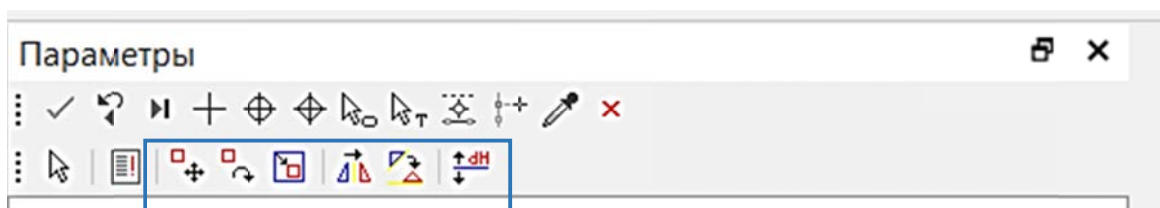

Рис. 8.5. Инструменты преобразования
– Выполните преобразование координат проекта с помощью команды ГЛАВНАЯ – РЕДАКТИРОВАНИЕ – ПРЕОБРАЗОВАНИЕ КООРДИНАТ ПРОЕКТА – ИНТЕРАКТИВНО. На локальной панели **Параметры** сгруппированы инструменты: **Параллельный перенос**; **Поворот**; **Масштабирование**; **Симметричное перемещение**; **Переместить по касательной**; **Изменить высоты** (рис. 8.5).